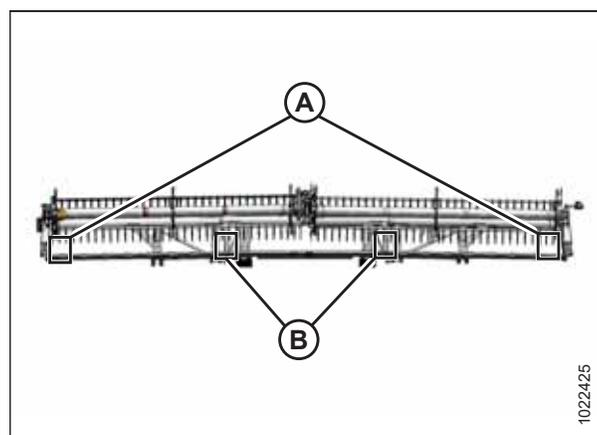

Abbildung 5.224: Messstellen
8. An den Seitenenden jeder Haspel (A) und an den Knickpunkten den Abstand (X) zwischen den Punkten (C) und (D) messen. (Die Messpunkte sind in Abbildung 5.224, Seite 507 zusammengefasst.)